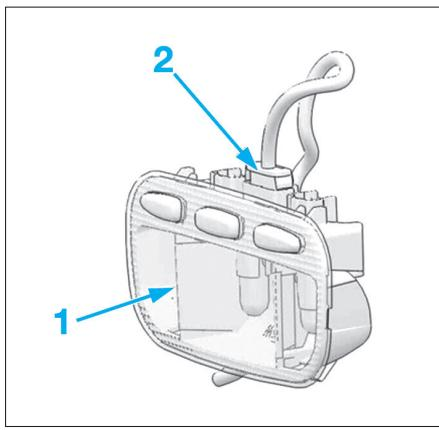

Fig. 91
- Déclipper le plafonnier (1) vers l'arrière, puis débrancher le connecteur (2) (Fig.91).